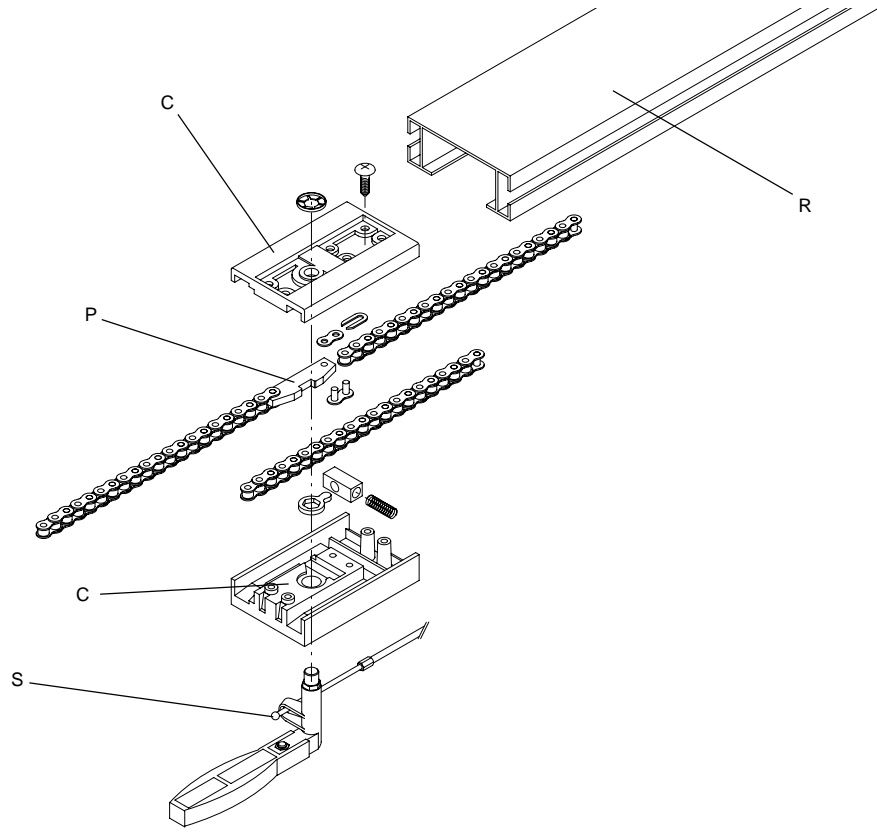

Fig.6
**3.4** Inserire il carro di trascinamento C nella rotaia R ed infilare la catena in quest'ultimo avendo cura che la piastrina P posta sulla rotaia sia dalla parte dello sblocco S (fig. 6).
**3.4** Insert the drive trolley C into the rail R and the chain into the trolley making sure that the plate P, placed onto the rail, is on the release side S (fig. 6).
**3.4** Den Mitnehmerwagen C in Schiene R einfügen und Kette im Mitnehmerwagen einziehen und darauf achten, daß das an dieser angebrachte Plättchen P an der Freigabeseite S ist, Bild 6.
**3.4** Insérer le chariot d'entraînement C dans le rail R et enfiler la chaîne dans ce dernier en ayant soin que la plaque P placée sur celle-ci soit du côté du déblocage S (fig. 6).
**3.4** Insertar el patín de tracción C en la guía R y acoplar la cadena en esta última teniendo cuidado de que la pieza de enclavamiento P puesta sobre la guía esté situada en la parte del desbloqueo S (fig.6).